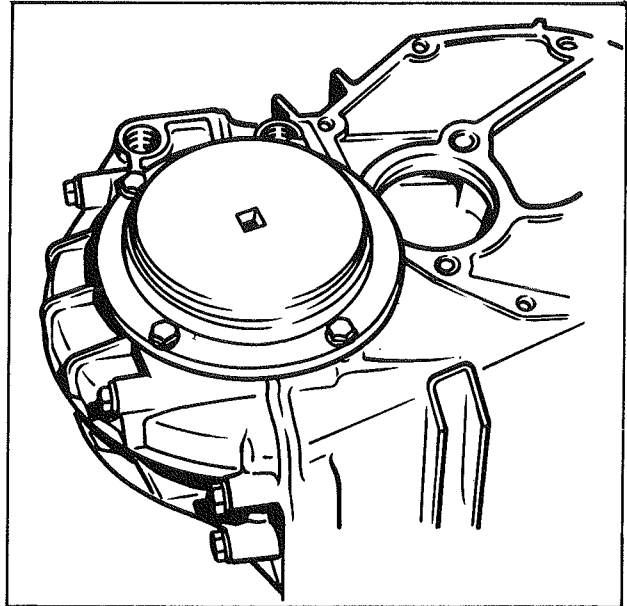

Fig. 3
- Poser le faux-flasque d'appui réf. PD 20886 K du grand roulement de différentiel (fig. 3). Le fixer en premier lieu sur le carter puis sur le demi-carter de différentiel, cette opération permet un parfait alignement du plan de joint formé par les deux demi-carters.